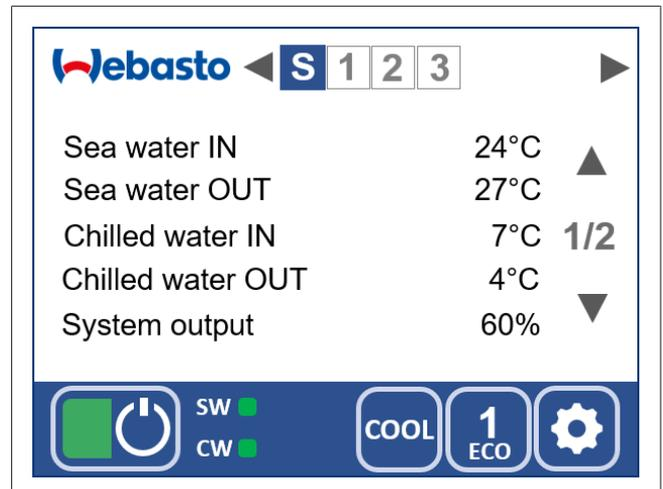

Fig. 3 Pantalla del sistema, página 1
Las flechas de la fila superior sirven para mostrar la información de las otras unidades (Fig. 3, pos. 2).